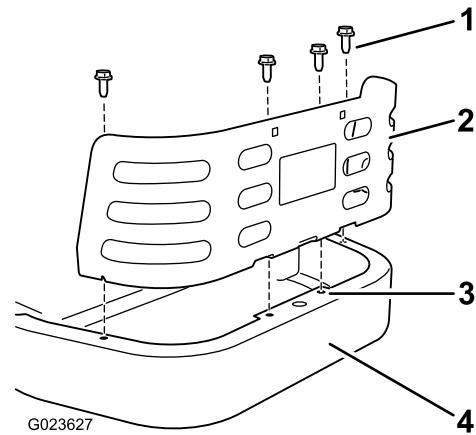

Bild 10
3. Befestigen Sie den Motorschutz am Rahmen hinter dem Motor (Bild 10). Fluchten Sie die Löcher in den Laschen am Schutzbretter mit den vorhandenen Löchern im Hinterrahmen aus.
4. Befestigen Sie die Schutzvorrichtung mit vier Blechschauben (5/16" x 3/4") am Rahmen, wie in Bild 10 dargestellt.